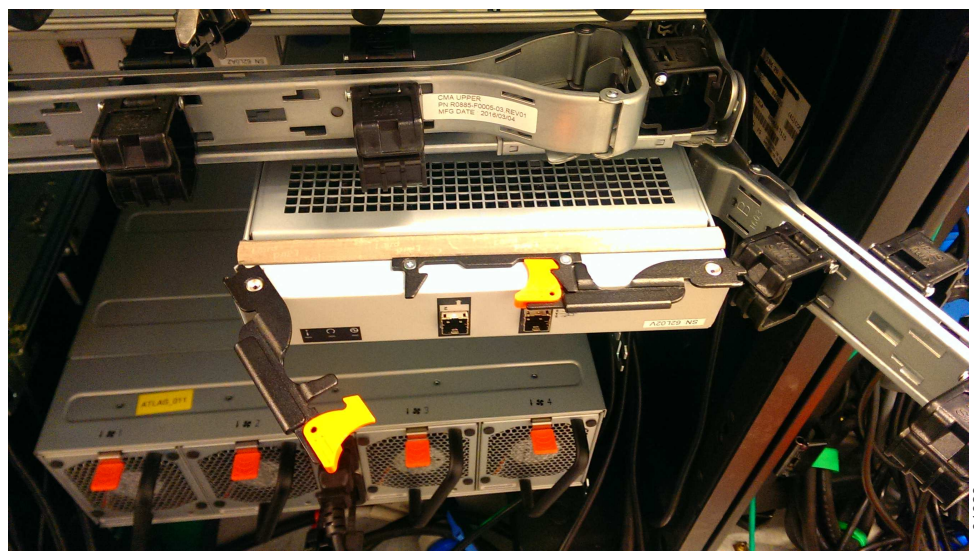

Figura 63. Instalar el recipiente de expansión
1. Desconecte el codo del brazo portacables inferior para girarlo y apartarlo del medio, como se muestra en la Figura 63 en la página 72.
4. Cuando el recipiente de expansión está totalmente insertado, rote cada tirador hacia adentro para bloquearlo en su posición, como se muestra en la Figura 63.